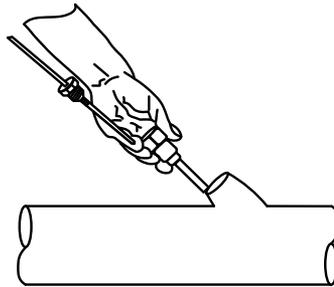

Figura 5: Instalação típica de RTD
1. Insira a sonda do RTD na cápsula termométrica para determinar a configuração de profundidade para a mola da sonda (Figura 5).